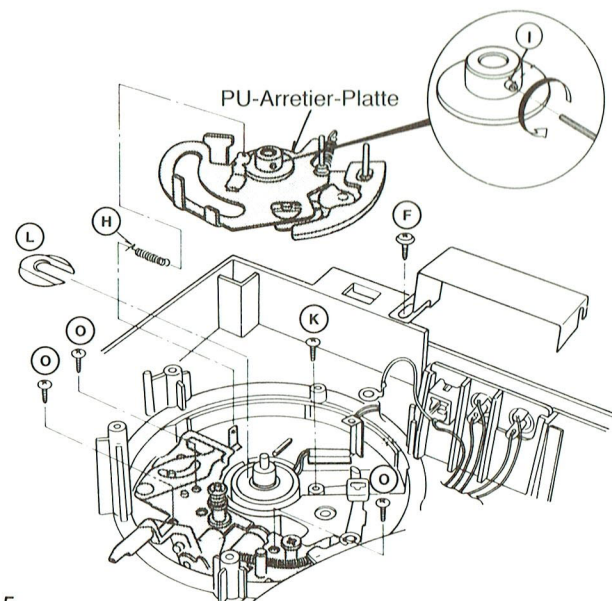

Abb. 5
4. Ausbau der PU-Arretierplatte (Abb. 5 und 6)
4. Schraube (K) herausdrehen (Abb. 5).
5. Wellensicherung (L) abziehen (Abb. 5).
1. Schraube (M), Tonarmlift und Feder (N) entfernen.
4. Drei Schrauben (D) herausdrehen (Abb. 5).